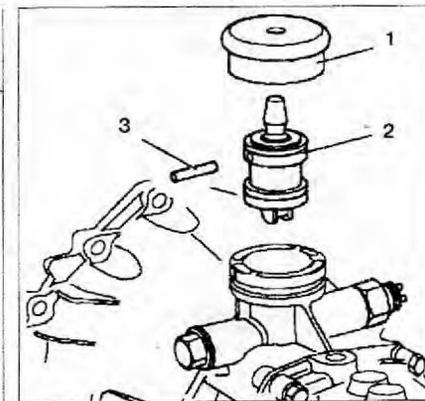

Рис. 4.55. Нижняя часть рычага переключения передач:
2. Снимите крышку 1 (рис. 4.55).